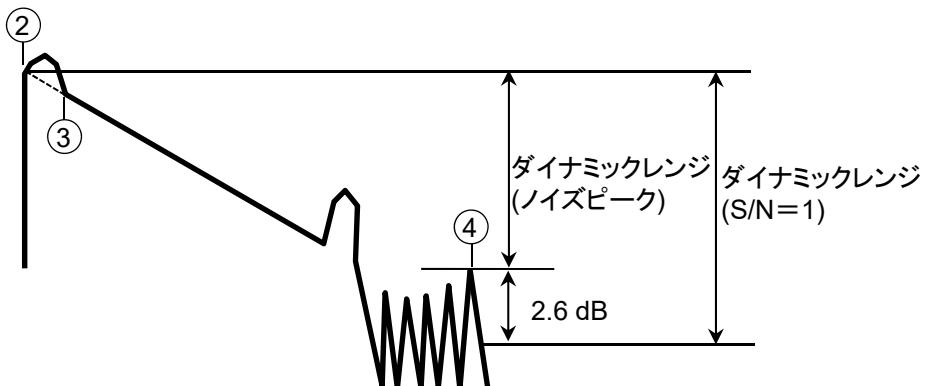

図 14.3.3-2 ダイナミックレンジの測定
20. マーカを図 14.3.3-2 で示す位置に置きます。
- (②)トレースグラフの左端
- (③)アクセスマスタの光コネクタ
- (④)ノイズのピーク